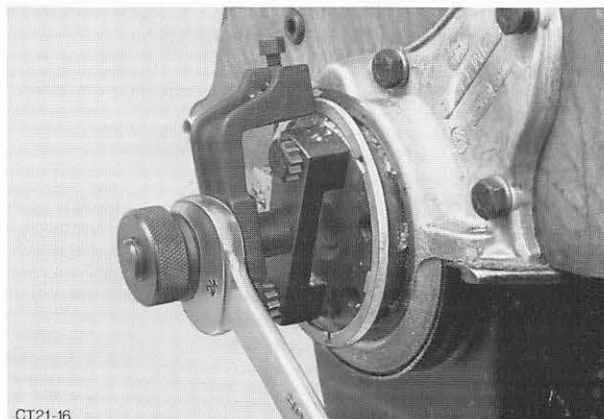

Abb. 300 Dichtringträger mit Spezialwerkzeug 21-047 ausschneiden
2. Kreisschneider mit einem Gabelschlüssel rechts herumdrehen und Rändelmutter so lange nachdrehen, bis die Anlage des Radialdichtringes am Dichtringträger weggeschnitten ist, Abb. 300.